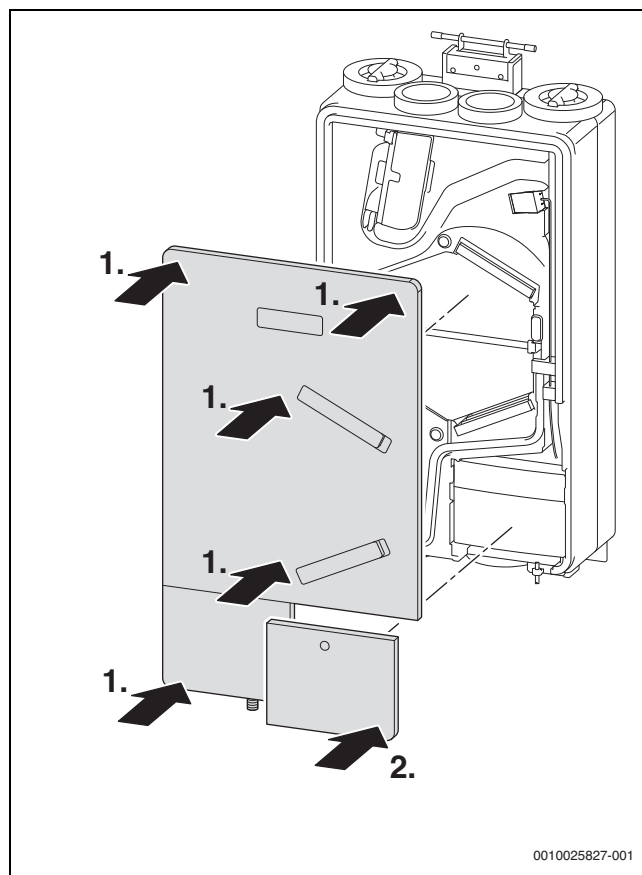

Bild 64 Geräteabdeckung schließen
- der Deckel des Lüftungsgeräts und die Abdeckung der Elektronik dicht schließen. (Beim Verschließen den Deckel auch auf Höhe des Wärmetauschers andrücken → Bild 64.) Die Nut zwischen Deckel/Abdeckung und Gerät muss gleichmäßig breit sein.